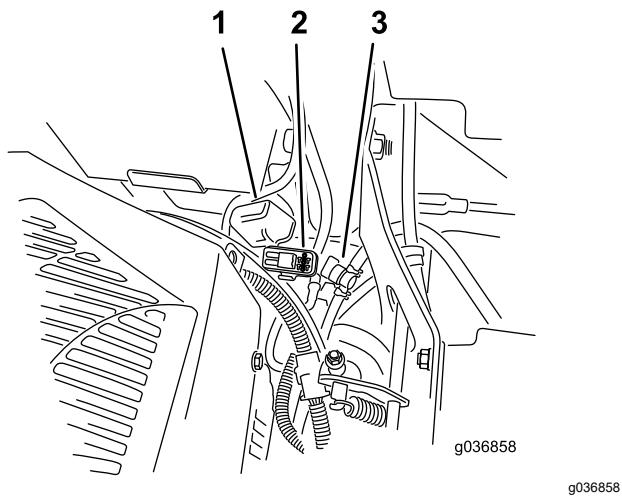

Figura 53
Nota: Para máquinas MyRide, certifique-se de que o cabo de ligação à terra não roça contra o braço do atrelado ou montagem do amortecedor inferior (Figura 53).
Os fusíveis encontram-se no lado direito da consola perto do banco (Figura 53).
2. Instale um novo fusível (Figura 53).